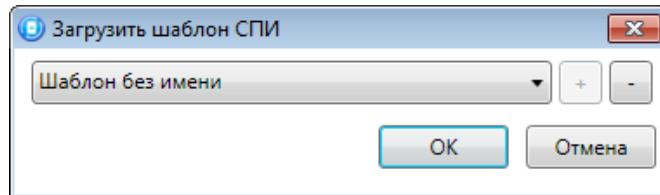

Рис. 11.4. Загрузить шаблон СПИ
**Загрузить шаблон настроек:** открытие окна *Загрузить шаблон СПИ* (Рис. 11.4), с помощью которого можно сконфигурировать контроллер по предварительно созданному шаблону. Для того чтобы применить шаблон, выберите его в списке и нажмите кнопку *OK*. Для того чтобы удалить один из сохраненных шаблонов, выберите его в списке и нажмите кнопку *-*.